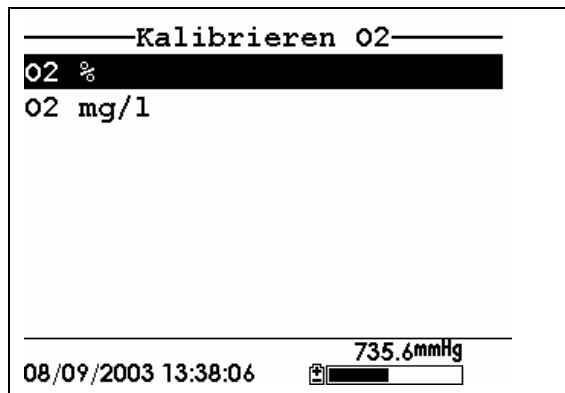

Abbildung 6.7 Kalibrieren O2-Bildschirm
10. Drücken Sie die **Enter**-Taste. Dadurch gelangen Sie zum Kalibrieren O2-Bildschirm zurück; siehe Abbildung 6.7 Kalibrieren O2-Bildschirm.
10. Drücken Sie die **Enter**-Taste. Dadurch gelangen Sie zum Kalibrieren O2-Bildschirm zurück. Siehe Abbildung 6.7 Kalibrieren O2-Bildschirm.